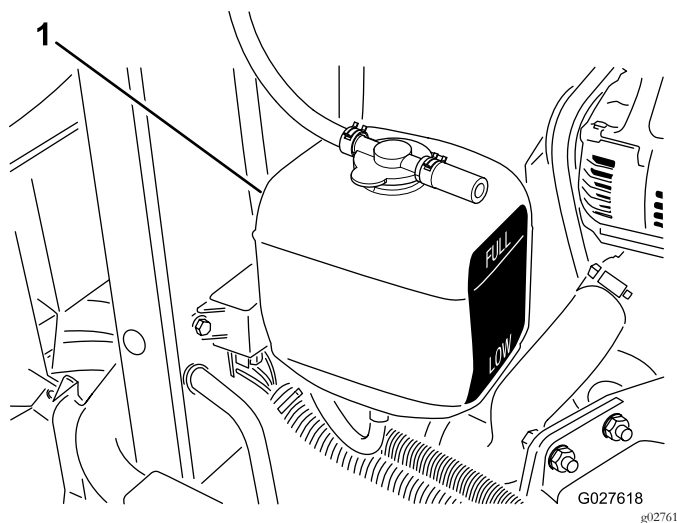

Figura 41
1. Controllate il livello del refrigerante nel serbatoio di espansione (Figura 41).